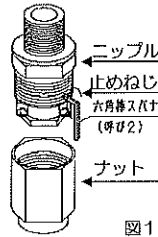

図1
①HPN 形耐圧パッキン式引込器具の適合ケーブル径と引込むケーブルの外径が適合しているか確認してください。適合していないときは、適合するケーブルに交換するか、ケーブル外径に適合する指定の引込器具に交換してください。
②ナットのネジを緩めてニップルからナット（リング）を取外して下さい。次に、グラウンドの緩み止め用止めねじを付属の六角棒スパナ（呼び2）で緩めます。グラウンドのネジを緩めてニップルからグラウンド、スリップリング、およびパッキンを外してください。（図1）